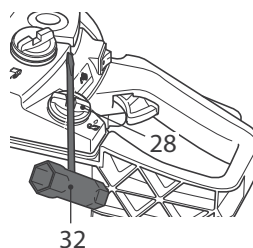

Fig. 17
- > Essuyez les éventuelles coulures avec un chiffon et remettez en place le bouchon du réservoir [28]. Serrez bien le bouchon [28] à l'aide de la clé mixte fournie [32] (Fig. 17).